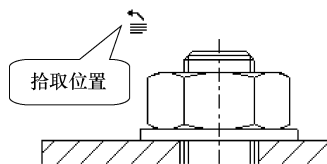

图 10-257 拾取位置
(2) 在【注释】选项卡的【插入】选项组中，单击【注解】按钮，出现【注解类型】菜单，选择【无引线】|【输入】|【水平】|【标准】|【缺省】|【进行注解】选项，出现【获得点】菜单。
(3) 在【获得点】菜单中选择【选出点】选项，消息区提示“选取注解的位置”，在图形区视图上方光标位置单击，拾取该位置，如图10-257所示。
(4) 消息区提示“输入注解”，在组合框中输入“螺栓装配图”，按<Enter>键确认，消息